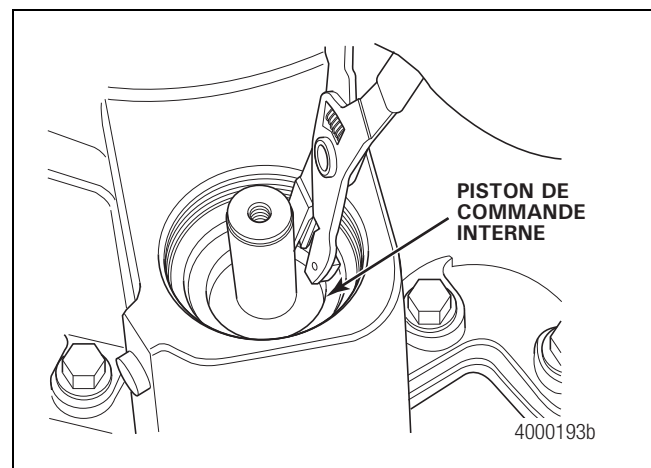

Figure 6.29
2. Poser les joints toriques sur les diamètres intérieur et extérieur du piston de commande interne. Installer le piston de commande interne et l'anneau élastique sur l'axe de commande. Figure 6.29.